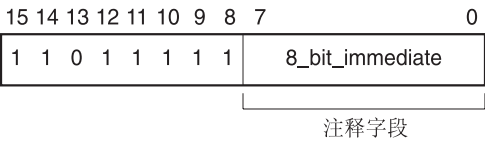

图 6-1 Thumb SWI 指令
- 该指令本身为 16 位，因而需要半字节载入（请参阅图 6-1）；